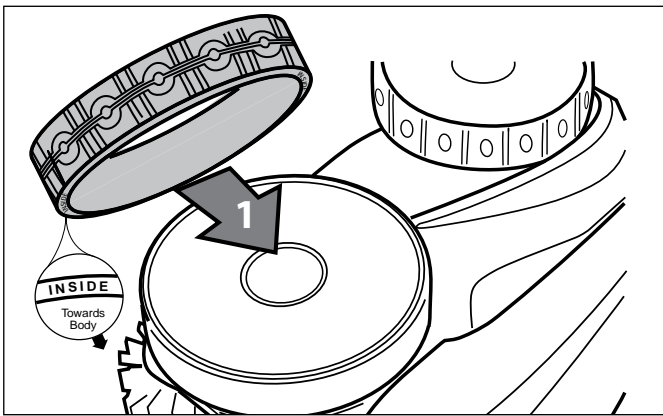

Figura 37. Orientación de los neumáticos de repuesto
3. Para reemplazar el neumático, ubique el neumático en la rueda, asegurándose de orientarlo de modo que la palabra "INSIDE" ("adentro") quede hacia el cuerpo del limpiador (Figura 37).